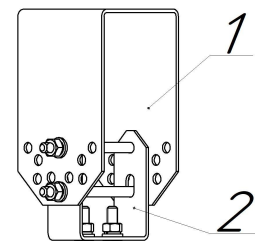

Рисунок 3
2.1.2. Поворотное крепление для установки светильника под углом от 0° до 90° (рисунок 3) - **приобретается отдельно.**
- разъединить скобу п.1 от скобы п.2 см. рисунок 3;